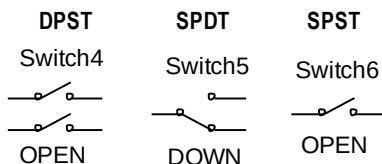

Рис. 5.57 – Ключи с «ручным» переключением
5.7.4 Ключи типа DPST, SPDT, SPST (Animated DPST Switch, Animated SPDT Switch, Animated SPST switch) (рис. 5.57)